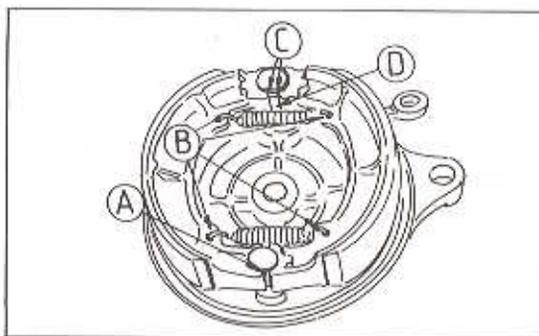

Bild 238
- Das Hinterrad einbauen und das Bremsspiel wie im Kapitel Wartung beschrieben einstellen (Bild 238).